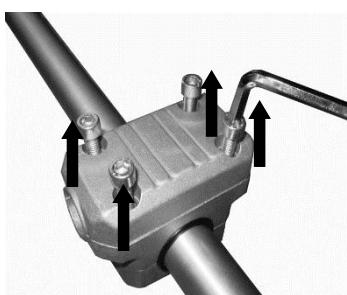

Fig.1-1
### MONTAGE DE LA POIGNEE (FIG.1-1,1-2,1-3)
## MONTAGE DE LA POIGNEE (FIG.1-1,1-2,1-3)
1. Retirez les vis de l'élément de fixation de la poignée et retirez le couvercle. (fig.1-1)